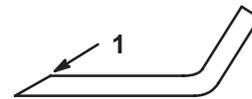

Figure 30
1. Au moyen d'une lime, aiguisiez les tranchants aux deux extrémités de la lame (Fig. 30) en veillant à conserver l'angle d'origine. Limez la même quantité de métal sur chacun des deux tranchants pour ne pas déséquilibrer la lame.